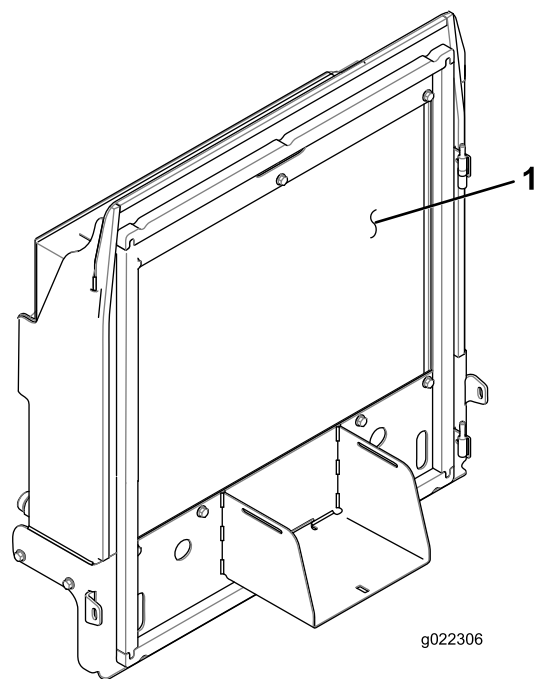

Figure 95
4. Nettoyez soigneusement les deux côtés du radiateur et du refroidisseur d'huile (Figure 95) à l'air comprimé.